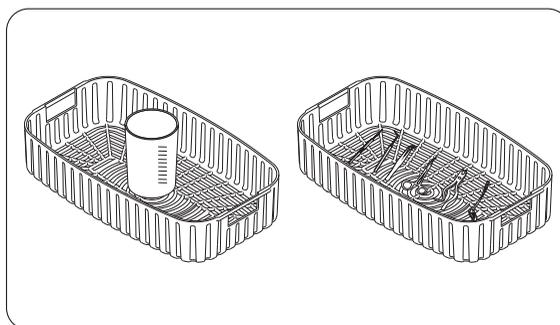

Fig. 12
- 5► Coloque los artículos en el cesto o bécquer, consulte el tópico "Desgasificación / Uso del Bécquer" (Pág. 7). No coloque instrumentos/artículos dentro del cesto al mismo tiempo en que esté usando el bécquer. Los instrumentos deben estar totalmente inmersos, pero no sobrepuestos (Fig. 12).